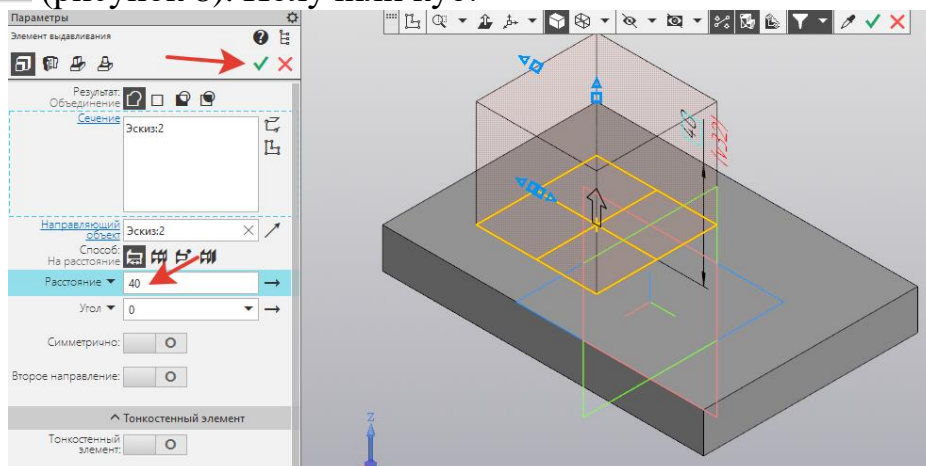

Рисунок 8.
7. На инструментальной панели *Элементы тела* - выбрать *Элемент выдавливания*. В *Параметрах* задать *Расстояние – 40*. Создать объект  (рисунок 8). Получили куб.